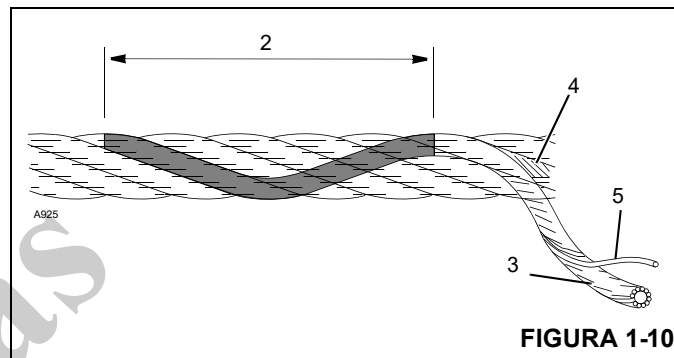

FIGURA 1-10
13. Ao verificar se há fios rompidos (5) (Figura 1-10) relaxe o cabo, remova-o dos “pontos de sustentação” e flexione-o o máximo possível. O defeito em um cabo de aço é referido com relação ao “Comprimento do encordoamento” (2), que é a distância medida ao longo do cabo em que um cordão (3) completa uma volta ao redor do núcleo (4).